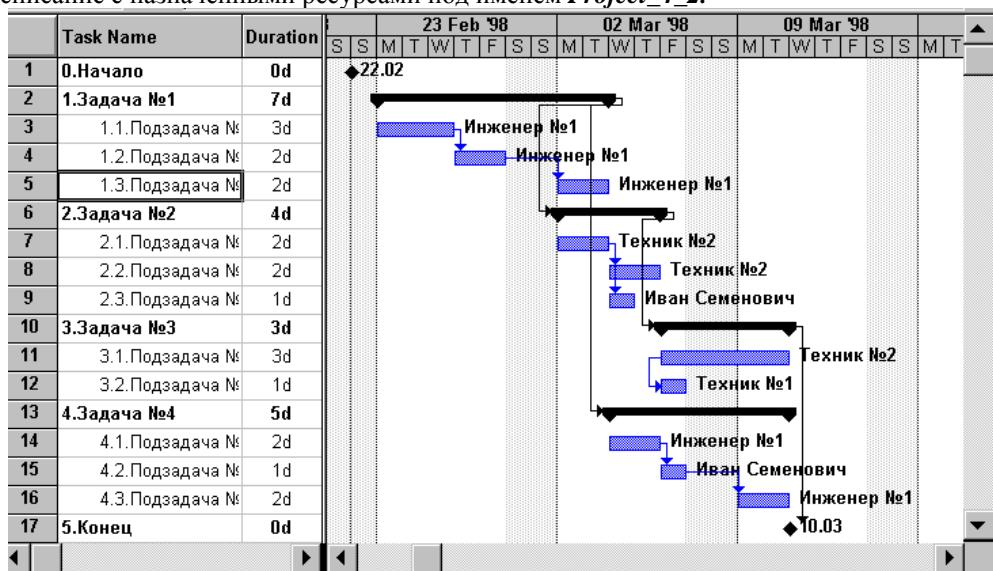

Рис.4.4.
- 2.6.4. Для подзадачи №4.2 (15 строка) переназначить ресурс на «Ивана Семеновича». Результат выполнения пункта 2.6 представлен на Рис.4.4.